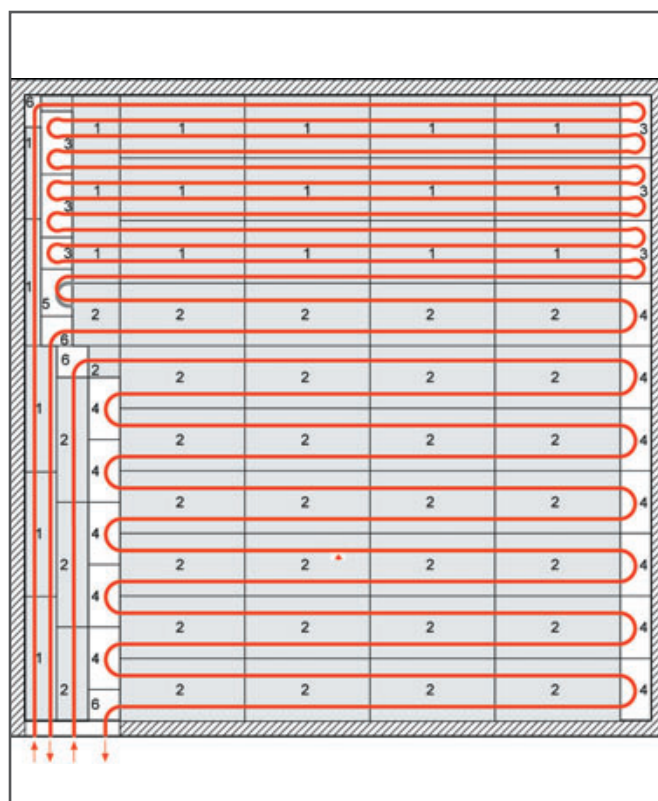

Fig. 3-61 Exemplu de pozare pentru sistemul REHAU uscat.
5. Pozarea plăcilor sistemului REHAU conform planului de pozare (vezi fig. 3-61), fără a lăsa goluri. Dacă este nevoie, se vor realiza trasee speciale ale țevii în placa de umplere cu ajutorul dispozitivului de tăiere a suportului țevii REHAU.